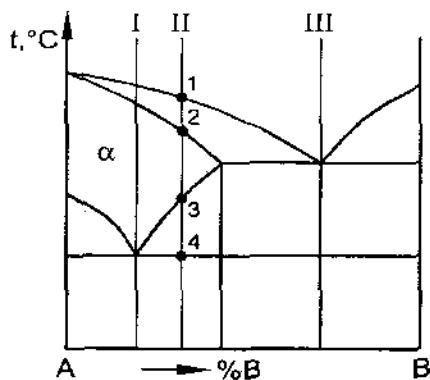

Рисунок 1
2. В какой точке сплав II полностью закристаллизуется (рисунок 1)?